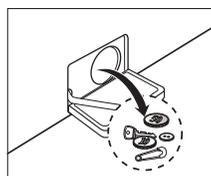

Fig.15
- Retirez l es corps étrangers/les peluches de l'intérieur et nettoyez l'intérieur. (Fig.15)